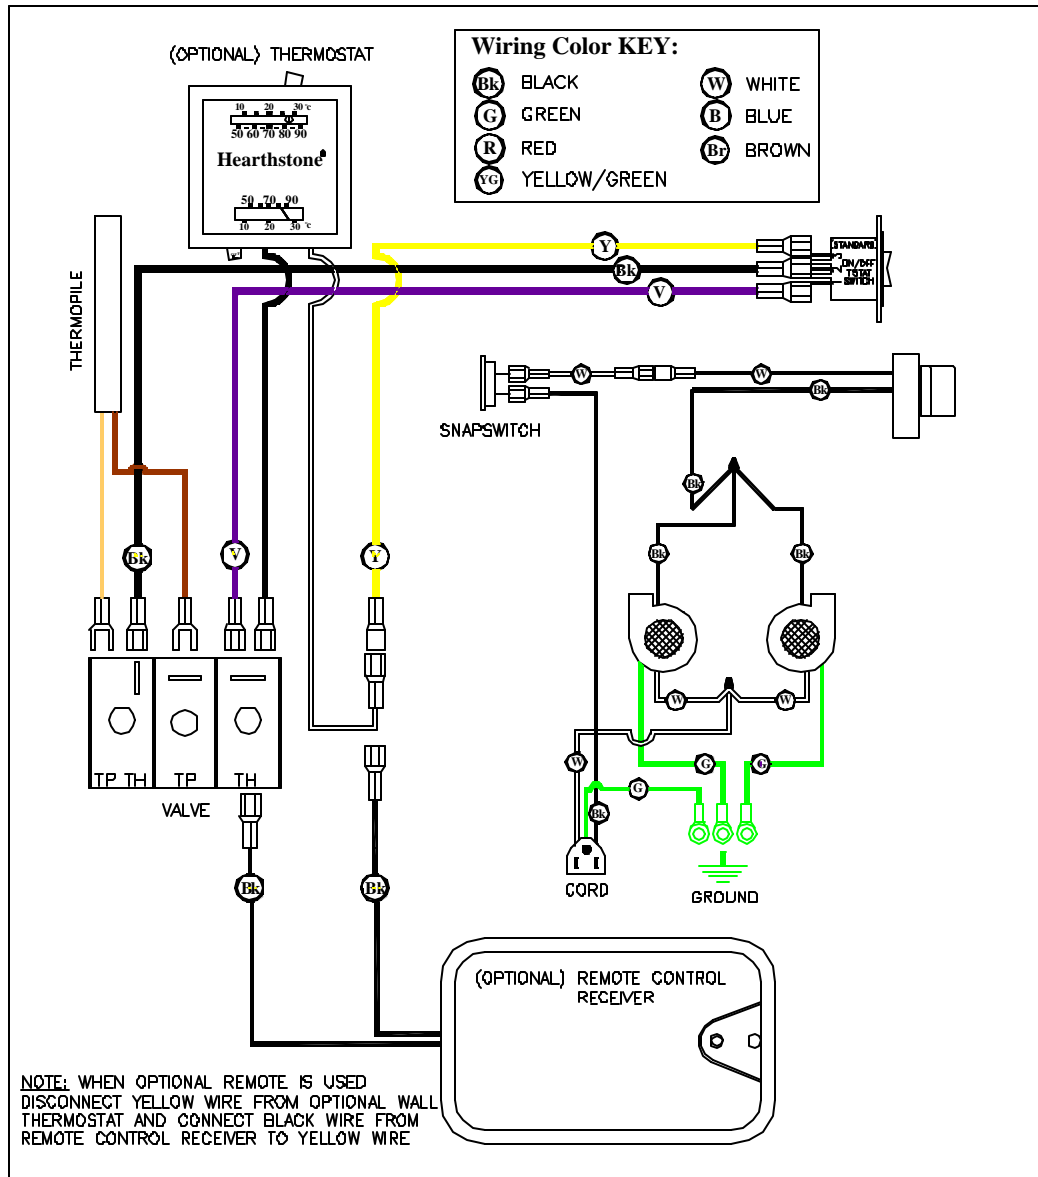

Figure 16: Wiring Diagram
- CAUTION:** Label all wires prior to disconnection when servicing controls. Wiring errors can cause improper and dangerous operation. Verify proper operation after servicing. *(Attention: Au moment de l'entretien des commandes, étiquetez tous les fils avant le débranchement. Des erreurs de câblage peuvent entraîner un fonctionnement inadéquat et dangereux.)* The proper location of wire connections is shown in Figure 16.